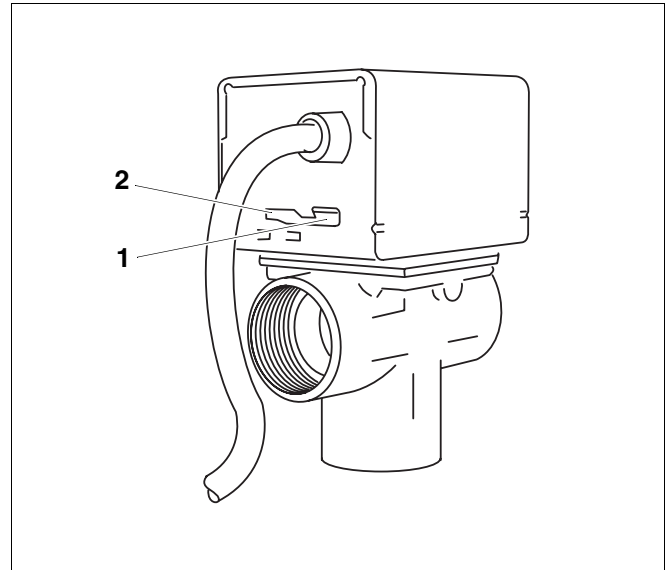

Fig. 5 Valvola motorizzata a tre vie, leva di posizionamento "AUTO/MAN"
Nella posizione "MAN" (fig. 5, **pos. 1**) la valvola è situata in posizione centrale. In questo modo la portata viene ripartita in maniera uguale su entrambi i collegamenti di scarico A e B. Quando si inserisce la valvola, il servomotore riposiziona la leva di commutazione nella posizione "AUTO" (fig. 5, **pos. 2**).